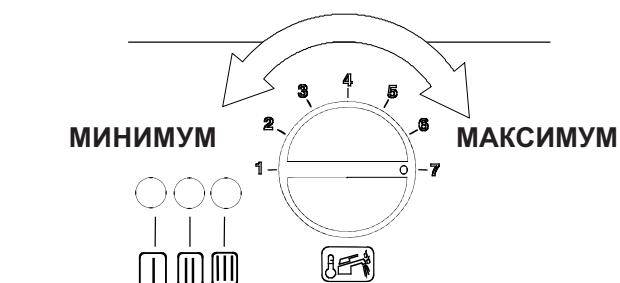

рисунок 9.10
- Тепловая мощность отопления может быть изменена при вращении рукоятки регулирования температуры ГВС рисунок 9.10.